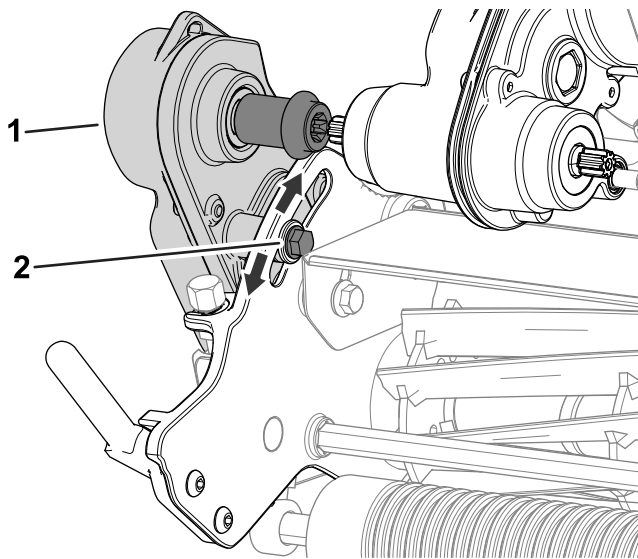

Figura 47
1. Slăbiți urubul prezentat în Figura 47.